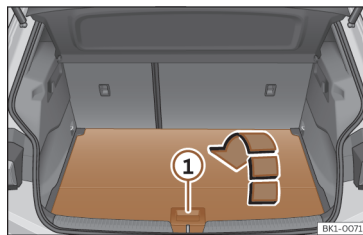

Fig. 155 Nel bagagliaio: aprire il secondo piano del bagagliaio.
- Per *aprirlo*, afferrare l'impugnatura >>> **fig. 155** ⓘ e ripiegare la parte posteriore del piano del bagagliaio in avanti, nel senso della freccia.